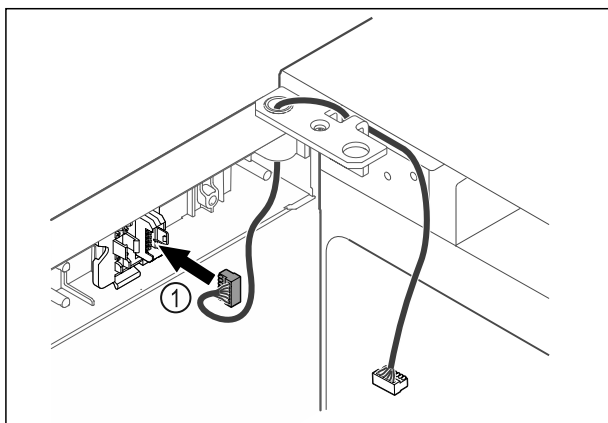

Fig. 46
- ▶ Sätt in kontakten Fig. 46 (1) i kontakthållaren.